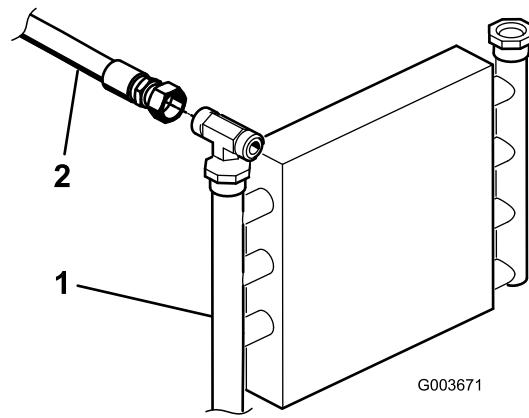
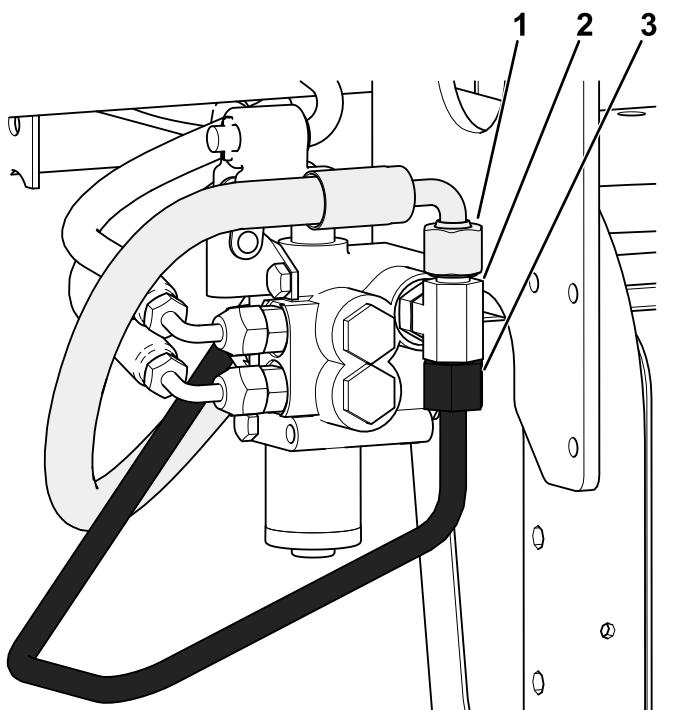

Рисунок 4
Рисунок 6
- Отсоедините гидравлический шланг (144-1367) от тройника (340-94), как показано на Рисунок 6.
1. Определите местонахождение гидравлической трубы, идущей от маслоохладителя к имеющемуся клапану подъема (Рисунок 4).
3. Отсоедините и снимите гидравлическую трубку с маслоохладителя и клапана подъема (Рисунок 4) и (Рисунок 6).